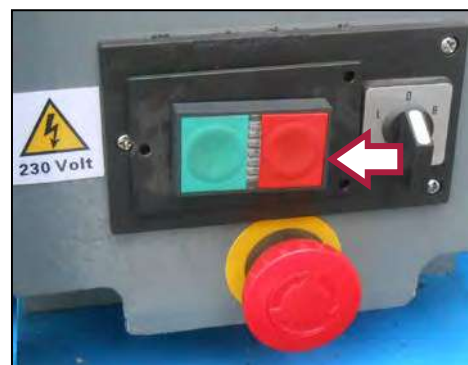

Figura 15 – Interruttore di arresto.
Per arrestare la rotazione del mandrino, premere il pulsante rosso di arresto (vedere la Figura 15). Attraverso questo pulsante.
12. Terminata l'operazione, allontanare l'utensile dal pezzo, dopodiché spegnere la macchina premendo il pulsante di arresto (di colore rosso, vedere la Figura 15).